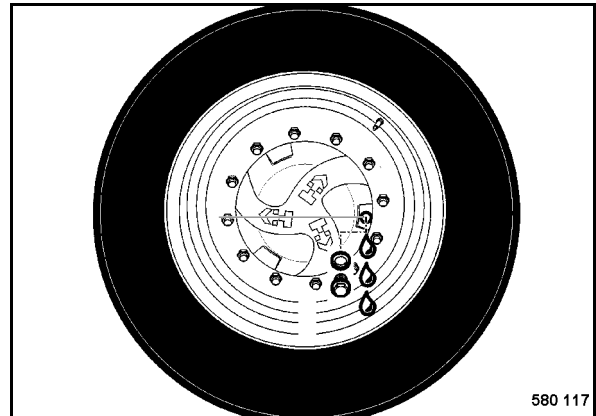

Fig. 154
- Colocar la rueda de accionamiento de forma que el tapón de cierre (Fig. 154) sobre la caja se encuentra en posición horizontal.